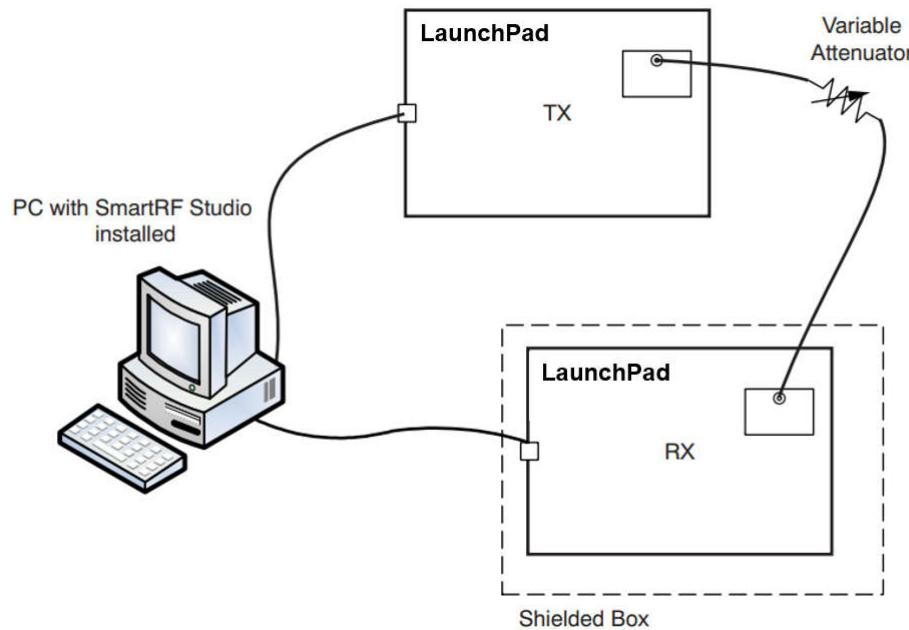
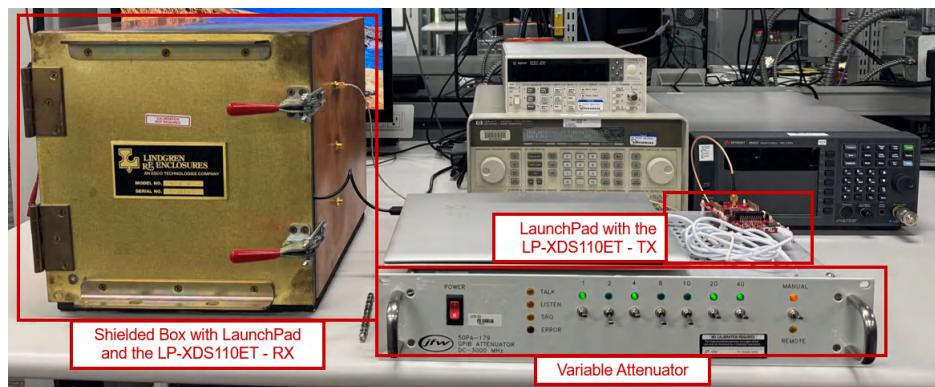
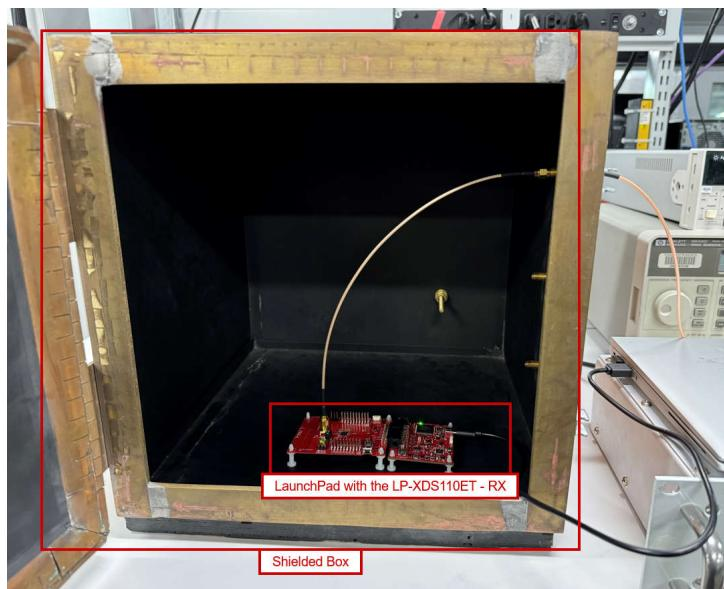

図 8-1. レシーバ感度のテスト設定の図
図 8-2. レシーバ感度テストベンチの設定 - 前面
図 8-3. レシーバ感度テストベンチの設定 - シールド ボックス
**テスト環境:** レシーバ感度のテスト設定を 図 8-1 に示します。
- ステップ 1: 図 8-1、図 8-2、図 8-3、図 8-3 に示すように、機器を接続します。